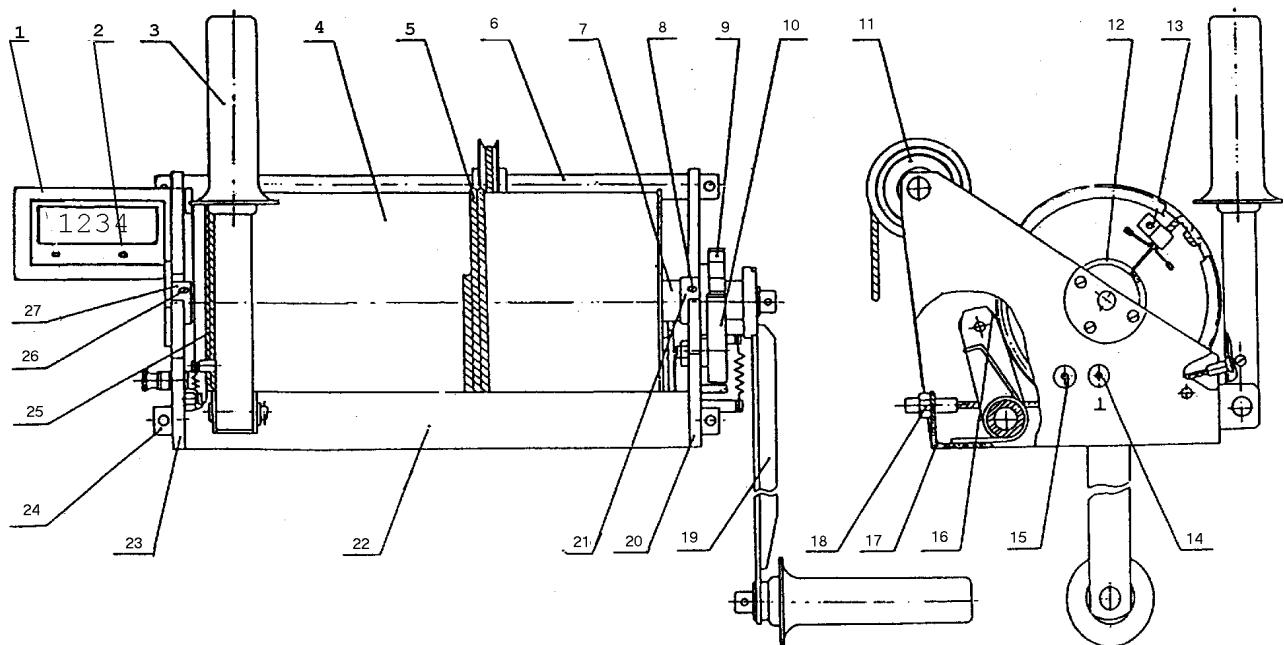

Рисунок 5.2
5.4 Длина вытравленного каната определяется по Указателю Длины Троса1(УДТ), устанавливаемого на ось барабана (см. рисунок 5.2). Цена единицы младшего разряда счетчика – один сантиметр вытравленного каната. Сброс на ноль показаний счетчика производится нажатием на кнопку 2.
9.4 Не реже одного раза в два месяца необходимо смазывать подшипники, зубчатое колесо, оси вращения укладочного и прижимного роликов выюшки и ось ролика стрелы пластичной смазкой. Для смазки подшипников выюшки (см. рисунок 5.2) вывернуть винты 8, 26,